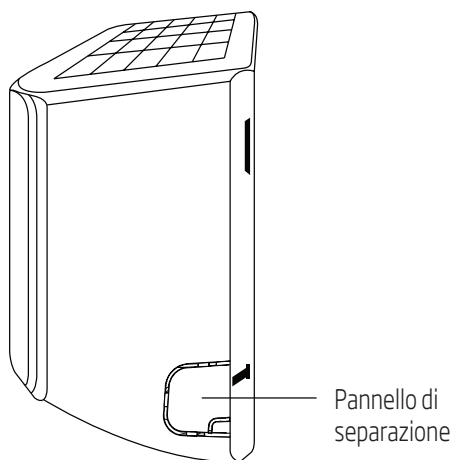

Fig. 5.3
2. Se il foro sulla parete si trova dietro all'unità, mantenere il pannello di separazione in posizione. Se il foro sulla parete è sul lato dell'unità interna, rimuovere il pannello di separazione in plastica dal medesimo lato dell'unità. (Consultare la Fig. 5.3). In questo modo si creerà una fessura attraverso la quale le tubature possono fuoriuscire dall'unità. Utilizzare aghi pinze se è troppo difficile rimuovere il pannello in plastica manualmente.